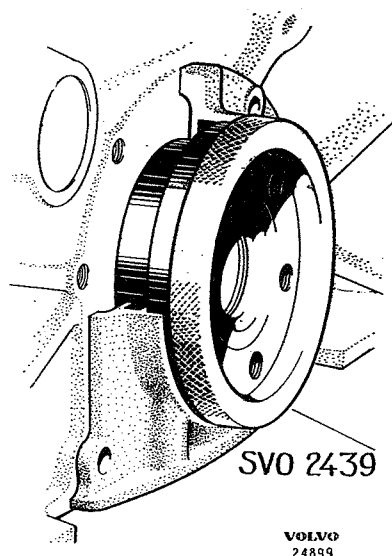

Fig. 2-42. Het centreren van de achterste afdichtflens
3. Centreer de flens met de ring SVO 2439; Fig. 2-42. Draai de ring rond, terwijl de bouten aangedraaid worden en verschuif de flens, indien de ring klemt. Controleer of de flens aan de onderzijde in één lijn ligt met het motorblok. Controleer na het vastzetten of de ring gemakkelijk kan draaien.